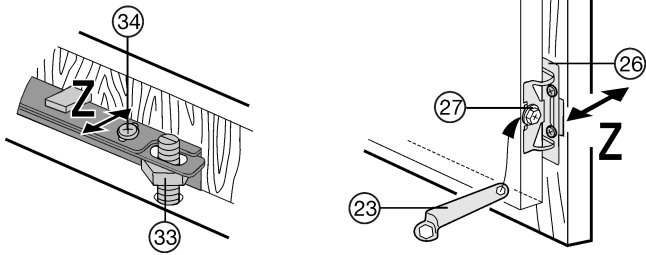

Fig. 27
- ▶ Møbeldøren rettes ud i dybden Z: Foroven løsnes skruer Fig. 27 (34), foroven sekskantskruer Fig. 27 (27), så skubbes døren.